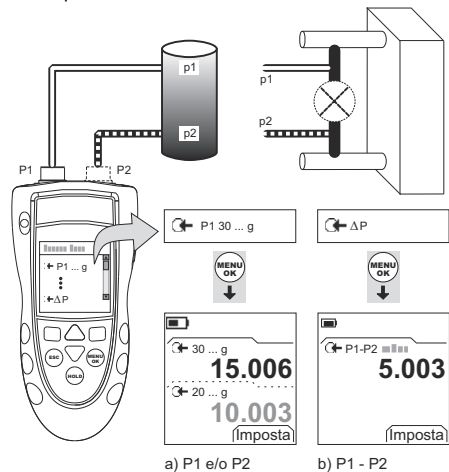

Figura 2: Esempio configurazione – Misurazione della pressione
1. Collegare lo strumento (Figura 2) e, se necessario, modificarne il Setup (Tabella 1).
Gli esempi nella Figura 2 indicano:
1. Collegare lo strumento allo standard relativo alla pressione (Figura 2).